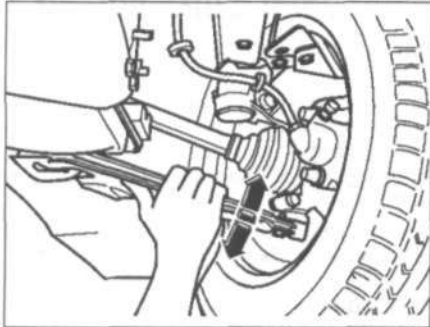

Рис. 9.5. Переместите шаровую опору с усилием вверх и вниз.
9. Переместите шаровую опору с усилием вверх и вниз (рис. 9.5).